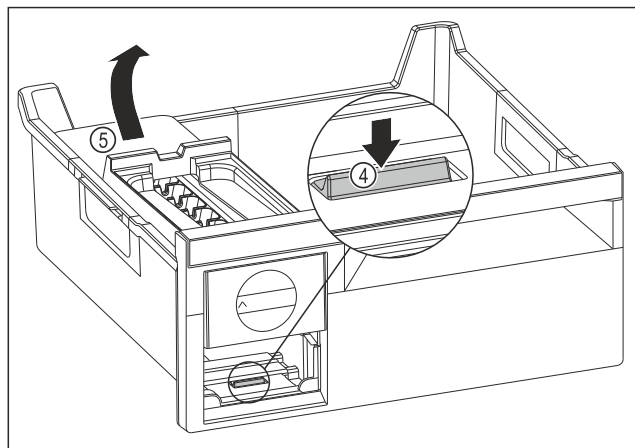

Fig. 141
- Scoaterea corpului EasyTwist-Ice: Apăsăți eclisa Fig. 141 (4) cu degetele în jos și concomitent cu cealaltă mână ridicați corpul EasyTwist-Ice Fig. 141 (5) din spate.